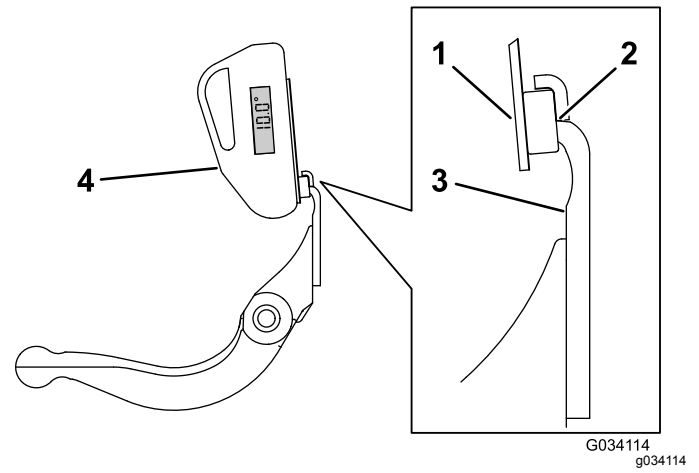

図 26
- 傾斜計のマウントをベッドナイフのエッジに合わせ、マグネットのエッジとベッドナイフのエッジを密着させる図 26。
- 図 26 に示すように、マウントの上に傾斜計を置く。